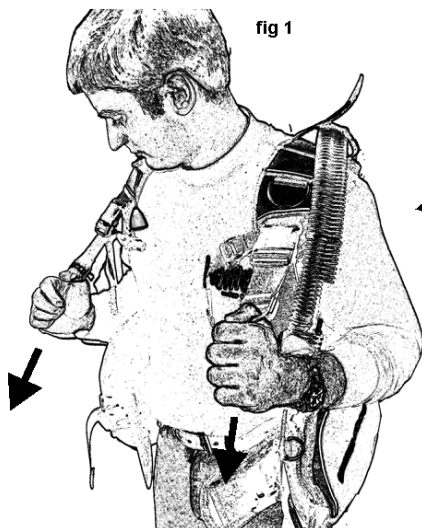
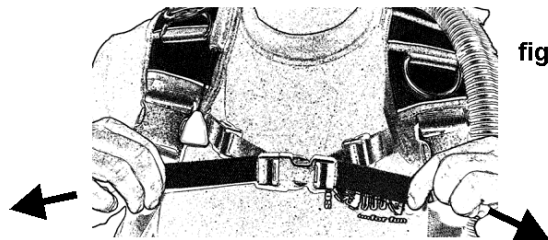

fig 1
fig 2
Patentiertes System. Für eine figurunabhängige, „maßgeschneiderte“ Paßform. Durch die zwei schnell und einfach längenverstellbaren Frontgurte und die längenverstellbaren Schultergurte kann die Paßform mit Hilfe des A.C.S. Systems perfekt eingestellt werden, so daß Jacket und Flasche stets absolut stabil sitzen (Abb. 1- 5).
- Verstell- und Anpassungsmöglichkeit durch den Brustgurt (Abb. 2)
1) Nach dem Anziehen des Jackets stellen Sie die Länge des Brustgurtes und der zwei Schultergurte für Ihren Körper passend ein (Abb. 1 – 2).
Fig 1 e fig 2 - Dopo aver indossato il jacket, regolatelo in modo da sentirvi comodamente e al contempo aderisca perfettamente al vostro corpo utilizzando il cinghiolo sternale e le fibbie degli spalla cci.
Рисунки No.1 и 2 - После надевания жилета подгоните его под себя так, чтобы Вам в нём было комфортно и при этом был обеспечен полный контакт с телом, используя при этом грудной пояс и плечевые пряжки. (Рис. 1 2)